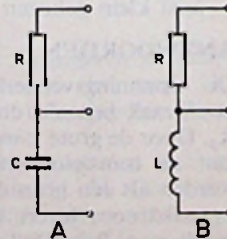

Fig. 9
b. Blijkens het feit dat er drie aansluitingen zijn, is het betreffende onderdeel een *series*schakeling van R en C of van R en L (fig. 9 A en B). Of men met het geval A of B te maken heeft, kan nagegaan worden door tussen twee van de klemmen een gelijkspanning aan te sluiten en met een stroommeter na te gaan of tussen de beide klemmen een gelijkstroom vloeit. In het geval A is dit laatste tussen de beide